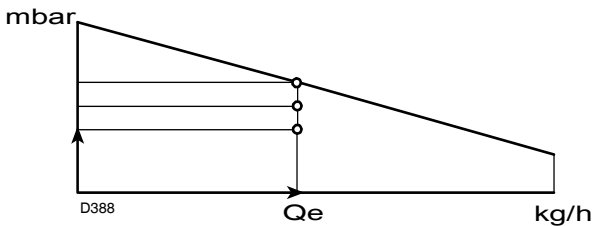

Fig. 4
- 3 Marcar en el campo de trabajo del quemador, (Fig. 4), el punto de trabajo localizado por:
- 4 Trazar una vertical desde el punto A, (Fig. 4), y buscar la máxima presión H2 del campo de trabajo.
Si H3 es mayor que H1, como en la (Fig. 4), el quemador puede erogar el caudal requerido.